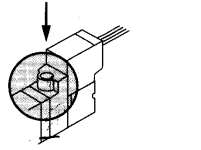

Abb. 8
Handhilfsbetätigung (Abb. 8 und 9)
Nichtriegelnder Druckknopf (Abb. 8)
- Druckknopf für manuelle Betätigung (Abb. 8) ganz eindrücken.